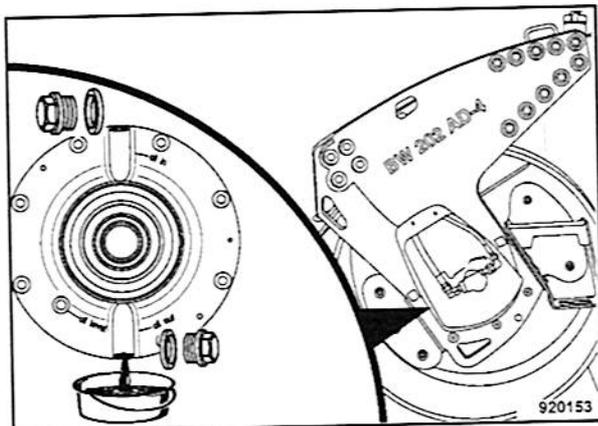

Fig. 152
- Estacionar los rodillos de forma que los tornillos de descarga y llenado (Fig. 152) se encuentran en posición vertical uno encima del otro.